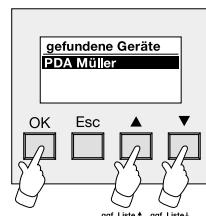

Bild 10:
8. Nachdem der Suchvorgang beendet wurde, werden alle gefundenen Endgeräte in einer Liste aufgeführt (vgl. Bild 10).